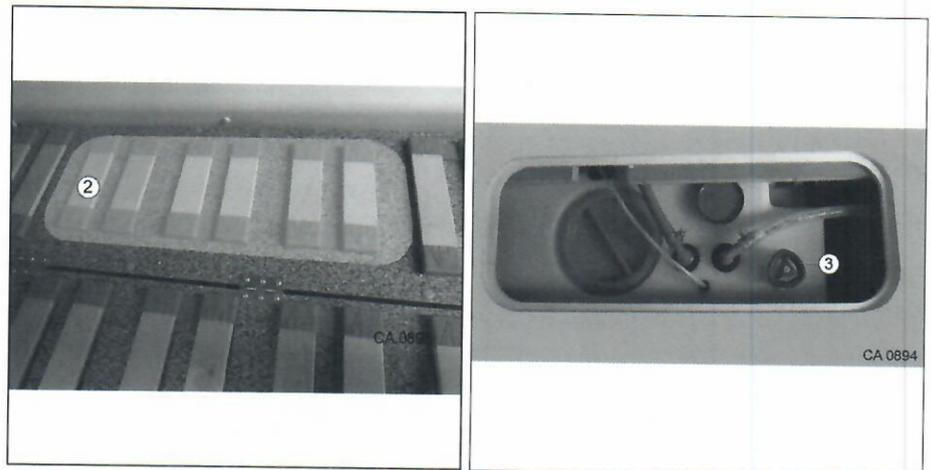

Abb. 58 Frischwassertank befüllen/entleeren Abb. 59 Frischwassertank befüllen/entleeren
3. Serviceklappe (Abb. 58, Pos. 2) entfernen.
7. Serviceklappe (Abb. 58, Pos. 2) schließen.